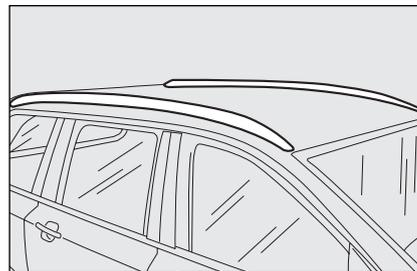

fig. 121
**ATTENTION** L'utilisation des barres transversales sur celles longitudinales **fig. 121** empêche l'utilisation du toit ouvrant lamellaire (Skywindow) (lorsqu'il est prévu), car ce dernier, en s'ouvrant, interfère avec les barres.